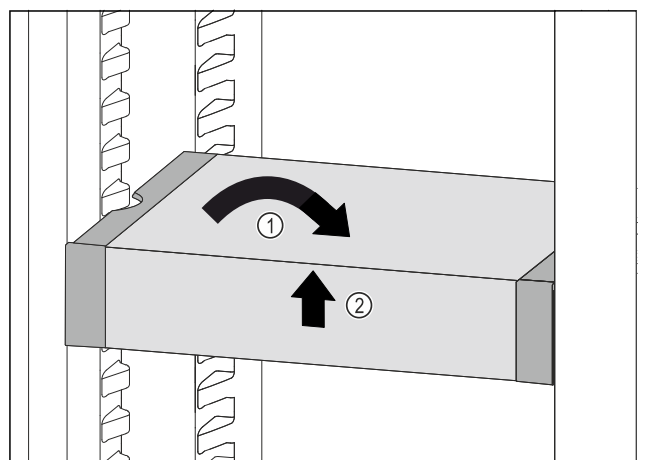

Fig. 124
- ▶ Remettre le VarioSafe droit. Fig. 124 (1)
- ▶ Soulever la partie avant du VarioSafe. Fig. 124 (2)